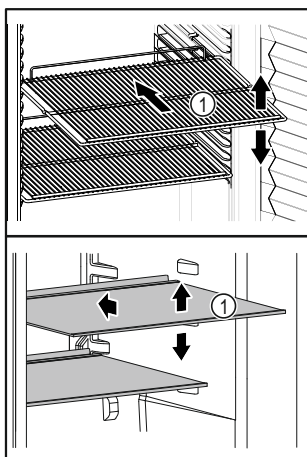

Fig. 63 Beispielhafte Darstellung
- ❑ Wenn Ablageflächen Fig. 63 (1) versetzbar sind, Ablageflächen je nach Höhe anpassen.